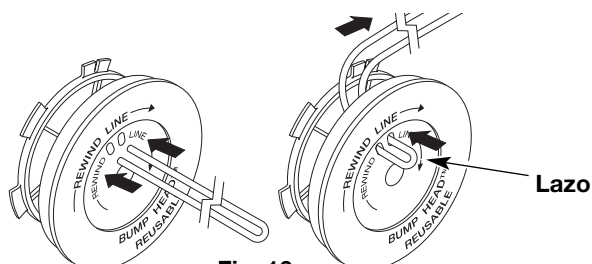

Fig. 16
6. Tome aproximadamente 6 m (20 pies) de nueva línea de corte, enlázela en dos longitudes iguales. Inserte cada extremo de la línea a través de uno de los dos orificios del carrete interior (Fig. 16). Pase la línea a través del carrete interior de modo que el lazo sea lo más pequeño posible.